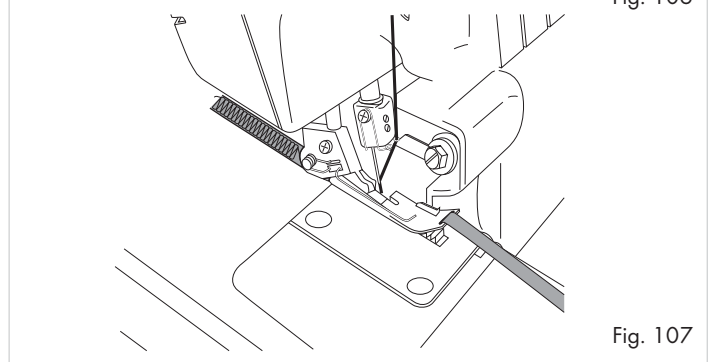

Fig. 107
4. Læg tråden ind under trykfoden **21** og sy den ønskede længde (fig. 107).